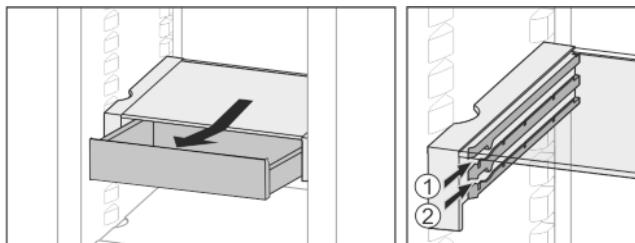

Fig. 21
- Zasuňte ju v ľubovoľnej výške Fig. 21 (1) alebo Fig. 21 (2).